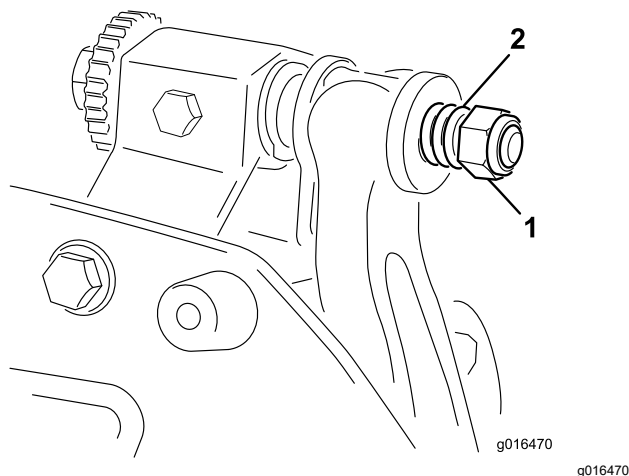

Figura 27
- Strângeți piulița pentru tensionarea arcului până când arcu este pliat, apoi desurubați-o cu jumătate de rotație (Figura 27).